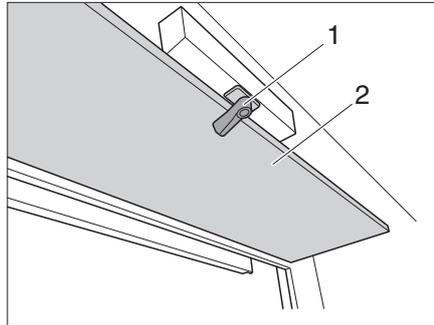

Fig. 147 Sportello per manovella
- Sbloccare il bloccaggio (Fig. 147,1) e ribaltare lo sportello (Fig. 147,2) verso il basso. Dietro lo sportello è situata la manovella per la regolazione in altezza.